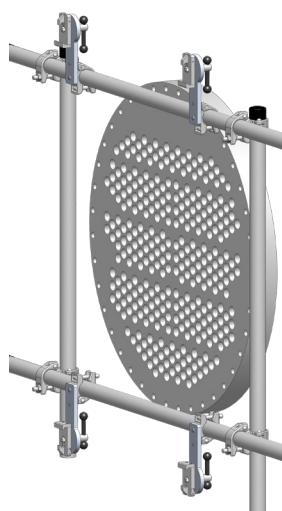

FIGURA 4
**OS FIXADORES RÁPIDOS PARA ANDAIMES (LWP 554)** destinam-se ao uso com andaimes em situações em que não seja possível a fixação direta no trocador de calor. (**Figura 4**).